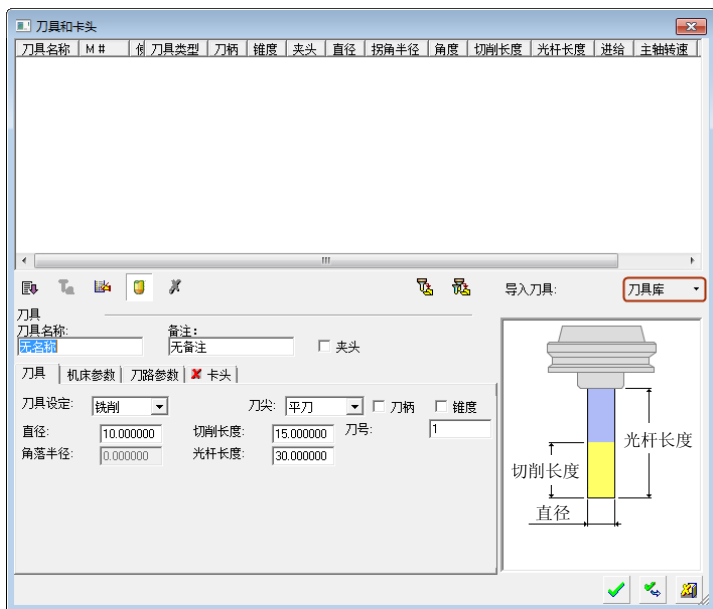

图 3-4 “刀具和卡头”对话框 (1)
- 单击“加工向导”工具栏上的“刀具”按钮, 弹出“刀具和卡头”对话框 (1), 如图 3-4 所示。